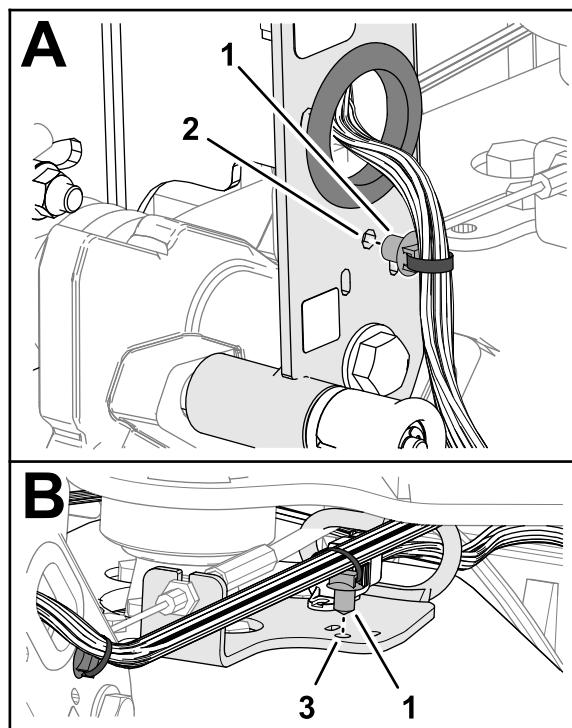

Figura 10
4. Introducei ancora cu fixare prin împingere a cablajului mainii în orificiul din canalul barei de ghidare (Figura 10).